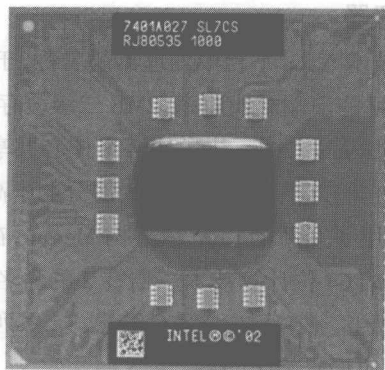

图 1-2 Bannis 核心移动处理器
①第一代迅驰:初期迅驰中 Pentium M 处理器的核心代号为 Bannis(如图 1-2),采用 0.13 微米工艺,1MB 高速二级缓存,400MHz 前端总线。Pentium M 处理器推出的同时也推了采用相同核心的 Celeron M 处理器。Celeron M 的设计也会降低耗电量,这是无线网络笔记本电脑的重要因素,不过其二级缓存降为了 512KB,并不含英特尔的 SpeedStep 技术。